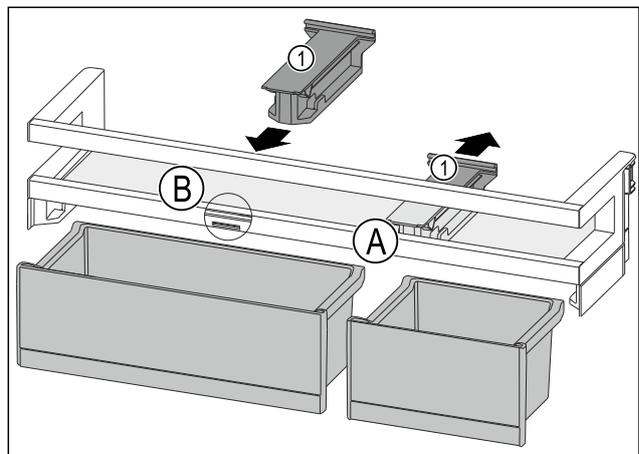

Fig. 127
- ▶ Halteteil Fig. 127 (1) in Position Fig. 127 (A) nach hinten abziehen.
- ▶ Halteteil Fig. 127 (1) in Position Fig. 127 (B) einsetzen.